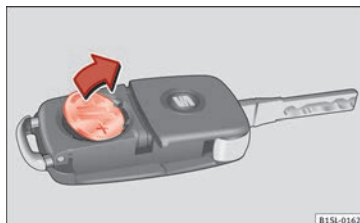

Bild 128 Bilnyckeln: ta ut batteriet
- Ta ut batteriet ur facket med ett tunt, spetsigt verktyg » **bild 128**.
- Placera det nya batteriet i batterifacket och tryck det i pilens riktning » **bild 128** » **!**.